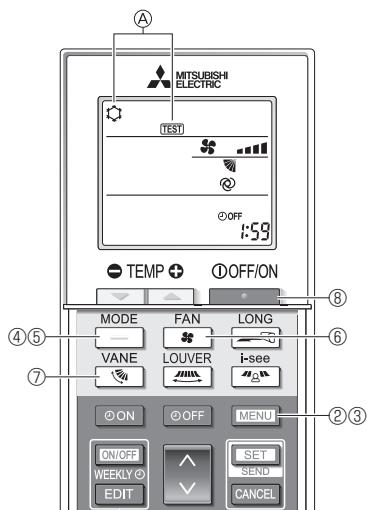

Fig. 8-5
- ① Tænd for strømmen til enheden mindst 12 timer før testkørslen.
- ② Tryk på **MENU**-knappen i 5 sekunder. (Fig. 8-5)